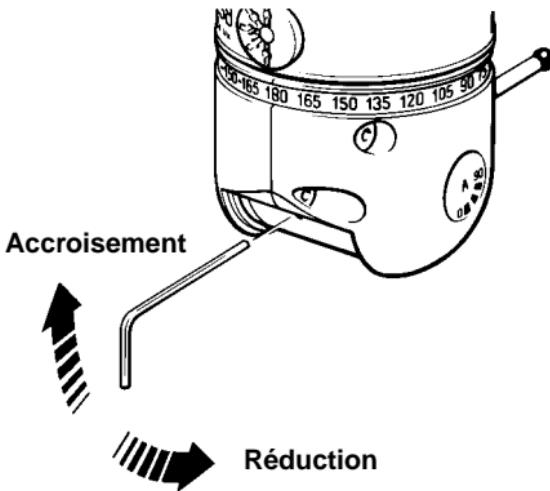

Figure 5 - Réglage de la force de déclenchement du capteur
5.3 Réglage de la force de déclenchement du palpeur (Voir la Figure 5)